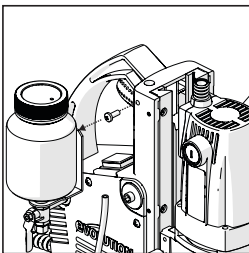

Abb. 3
- Befestigen Sie die Kühlmittel-/Schmiermittelflasche an ihrer Wartungsposition. Verwenden Sie das Gewindeloch oben links am Maschinengehäuse und die Schraube Ø 6 mm (mitgeliefert). (**Abb. 3**)